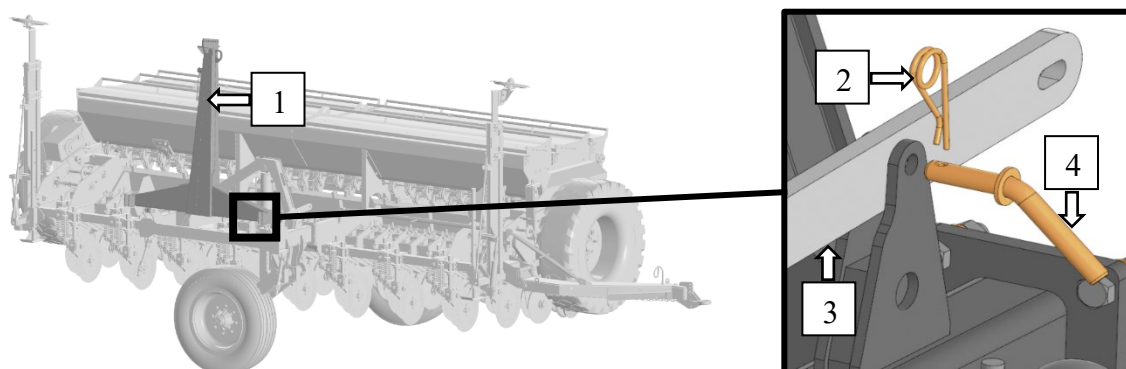

Рисунок 19 – Демонтаж фиксатора центрального фаркопа
1. Разблокировать центральный фаркоп (1). Для этого необходимо демонтировать шплинт (2) и фиксатор (4), блокирующий планку (3) центрального фаркопа (1), рис. 19.